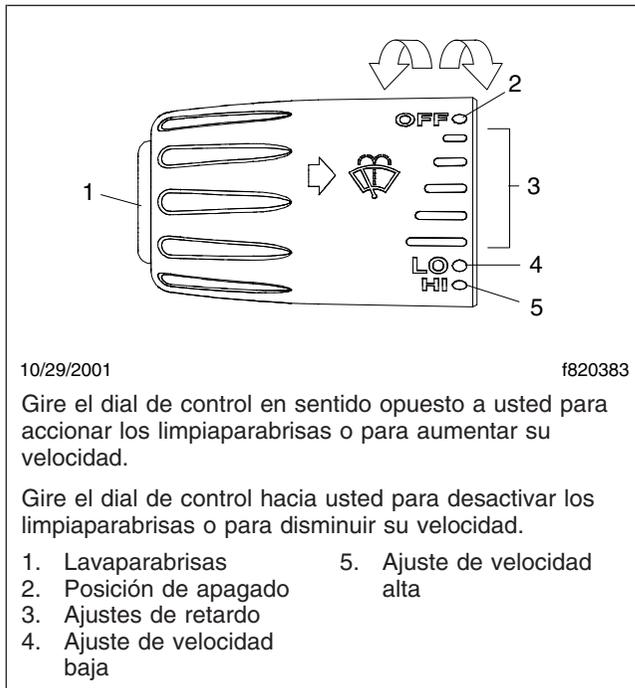

Figura 5.13, Controles de los lava y limpiaparabrisas
Los limpiaparabrisas se hacen funcionar mediante un dial giratorio ubicado en el extremo de la palanca de las luces direccionales. Vea la **Figura 5.13**. Hay cinco posiciones de ciclos retardados, (marcadas en el dial con líneas de longitud creciente), y dos ajustes de velocidad continua, baja (LO) y alta (HI).